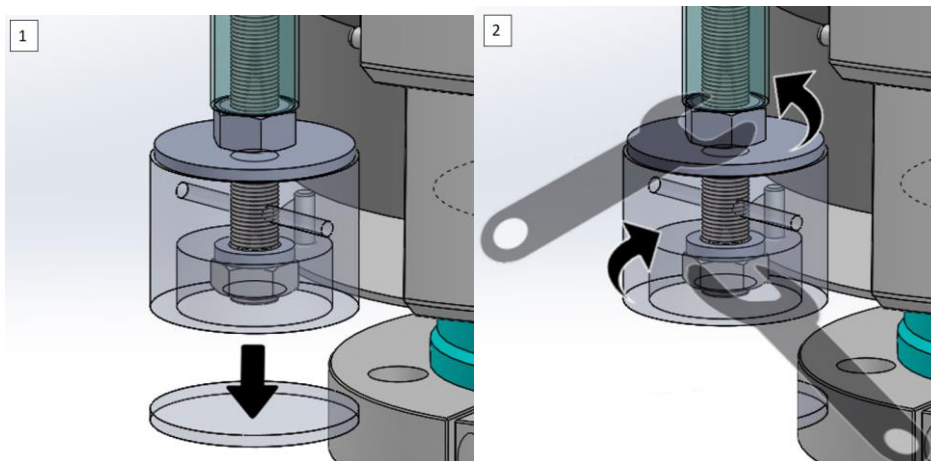

Abb. 22 Einstellung der Fahrbremse. Lösen Sie die Elemente und positionieren Sie
1. Suchen Sie die Abdeckung an der Unterseite des Fahrbremsbetätigers und entfernen Sie sie mit einem flachen Werkzeug, z. B. einem Schraubendreher. Abbildung links in Abbildung 22.
2. Lösen Sie beide Muttern wie in Abbildung 22 rechts gezeigt.